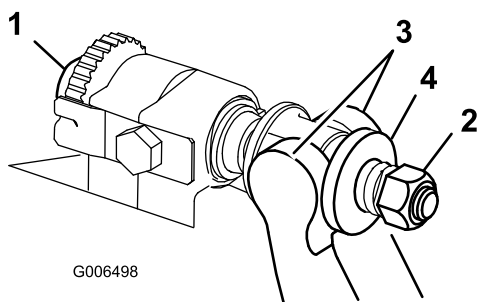

Figure 33
1. Tournez les vis de réglage de la barre d'appui dans le sens anti-horaire pour éloigner la contre-lame du cylindre (Figure 33).
2. Faites sortir l'écrou de tension du ressort jusqu'à ce que la rondelle ne soit plus tendue contre la barre d'appui (Figure 33).